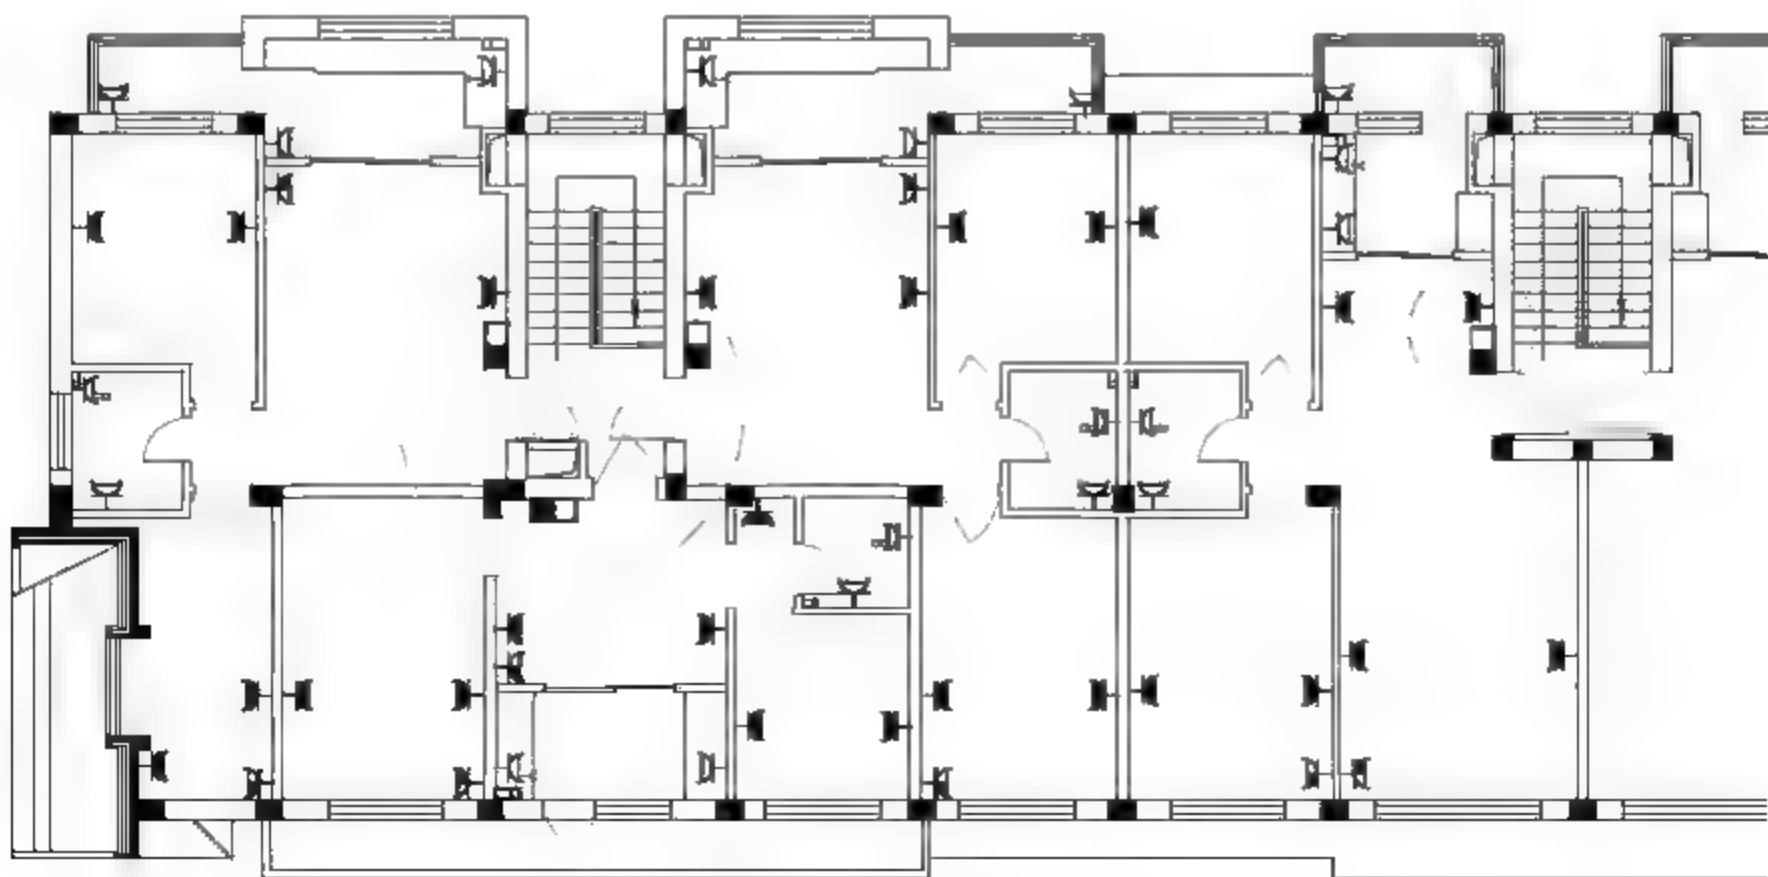

图12-19 布置开关箱
**02** 调入开关箱图块。在“素材\第12章\电气图例.dwg”文件中选择开关箱图块，将其复制至当前图形中，如图12-19所示。